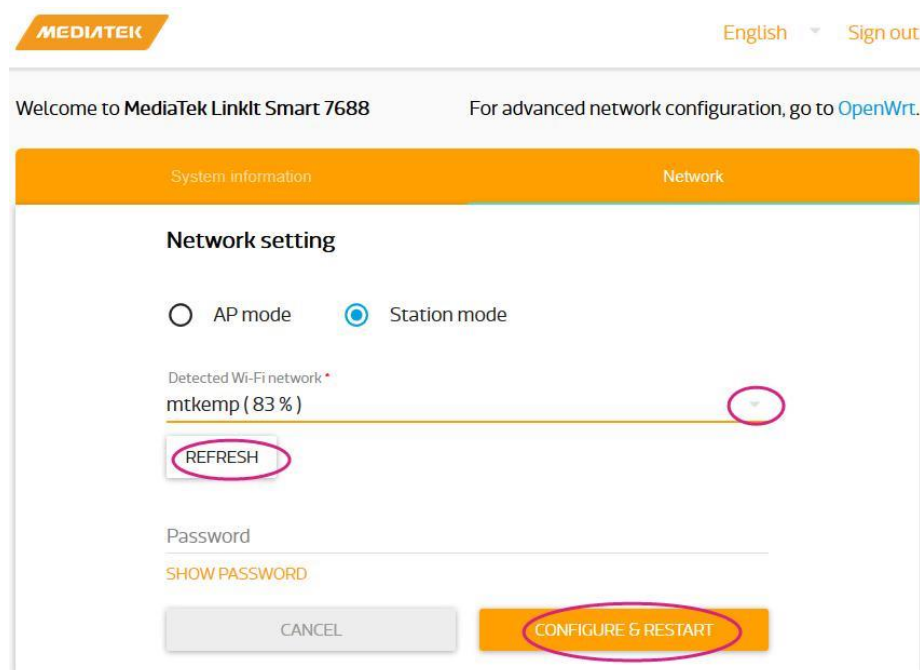

图 30 使用 Web UI 设置为 STA 模式
- 2) 选择 **Station mode**，点击 **REFRESH** 或右边的向下箭头查找可连接的网络热点，选择好网络热点后，按要求输入密码。然后点击 **CONFIGUER & RESTART** 完成。如图 30 所示。